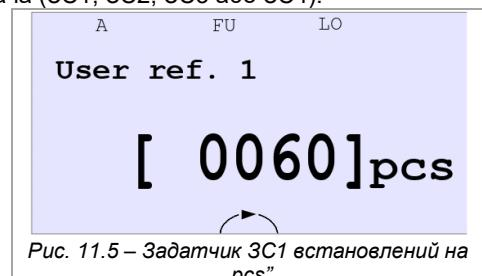

Рис. 11.5 – Задатчик ЗС1 встановлений на „pcs”
- **Параметр 4.30** (Вибір задатчика споживача) встановлено на значення 1 (для ЗС1), 2 (для ЗС2), 3 (для ЗС3) або 4 (для ЗС4) – значення визначає вибір, чинного на даний момент задатчика. На рис. 11.5 показано зміну задатчика для **пар. 4.30 = 1**.